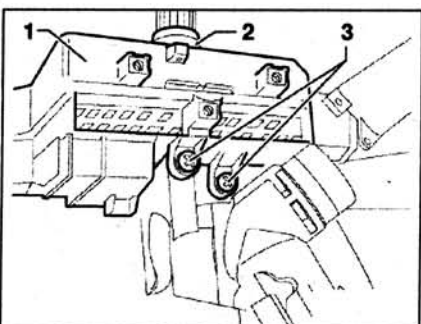

Рис. 6.9. Открутите болты 3 и снимите выключатель рулевой колонки 1 с рулевого вала 2.
13. Открутите болты 3 и снимите выключатель рулевой колонки 1 с рулевого вала 2 (рис. 6.9).